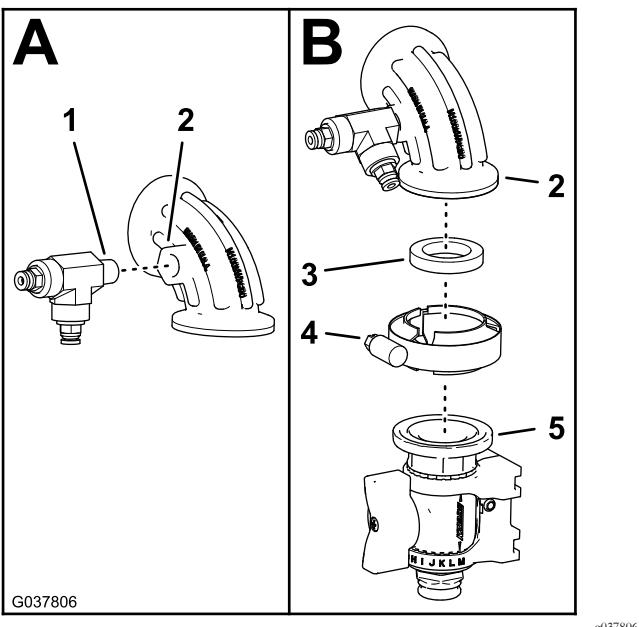

Figura 88
- Montate il raccordo a T che avete rimosso nel passaggio 4 di [Scollegamento del tubo di rilevamento della pressione e del flessibile di alimentazione - kit pistola di irrorazione opzionale o kit avvolgitubo elettrico \(pagina 9\)](#) sul gomito a 90° con un foro di pressione (Figura 88).
6. Montate il gomito a 90° sulla valvola di intercettazione delle flange (**Figura 88**) con una guarnizione - 25 x 35 mm (1 x 1-3/8 poll.) e un morsetto flangiato - 40 - 64 mm (1-9/16 - 2-1/2 poll.).